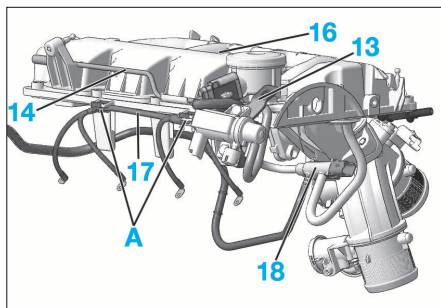

FIG. 56
- le tuyau de réaspiration des gaz carter (12)
- le support (13)
- le tuyau de dépression (14) de l'électrovanne turbocompresseur
- Déposer les 19 vis de fixation (15) du répartiteur d'air/couvre culasse (16).
- Dégraffer (Fig.56) :
- le faisceau bougies (17) des agrafes (A)
- le capteur de température gazole (18).